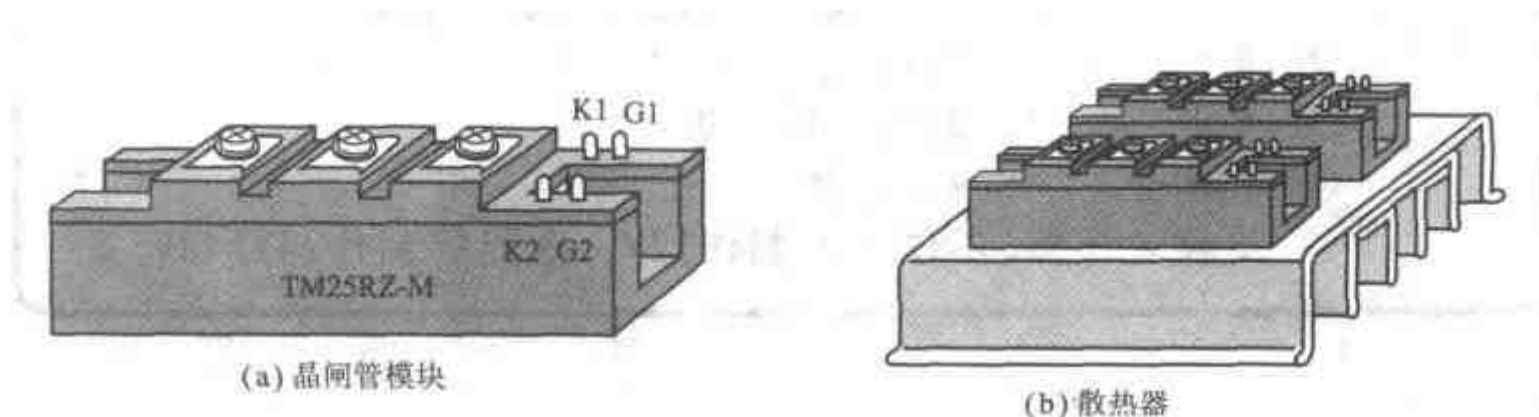

图2 晶闸管模块和散热器
(1) 将充电器安装在大型盒子里即可,作成便携式能够移动更好。这也与变压器的容量有关,由于变压器发出相当的热量,最好能够通风冷却。
(2) 由于晶闸管模块是绝缘型,可直接固定在散热器上(参见图2)。